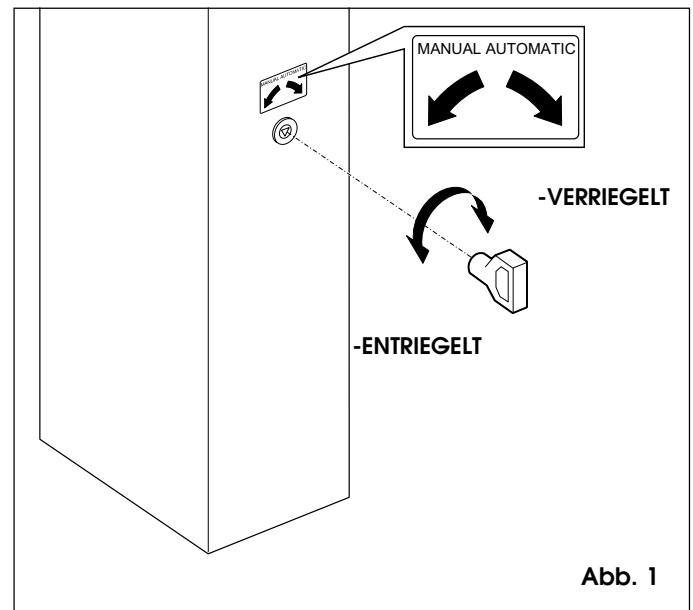

Abb. 1
- Den Dreikant-Standardschlüssel (Abb. 1) ins Schloss einführen und 1 Umdrehung **entgegen dem Uhrzeigersinn** machen.